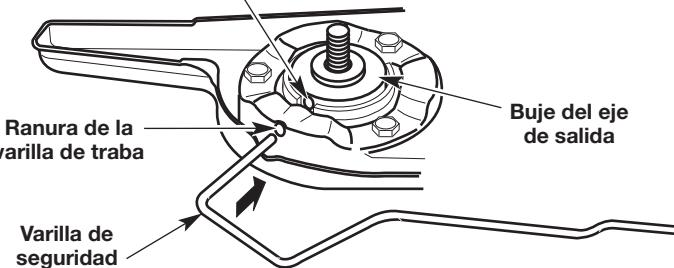
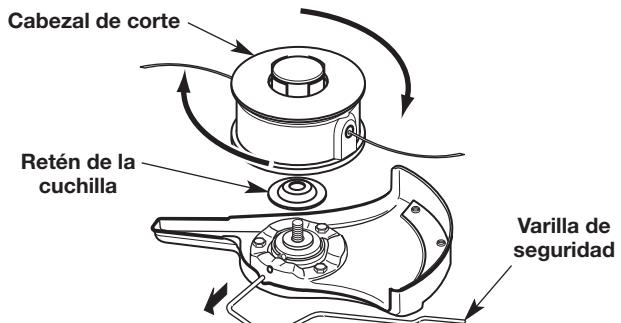

Fig. 10
Fig. 15
- Rote la cuchilla (Fig. 12) hasta que el orificio del casquillo del eje se alinee con la ranura de la varilla de seguridad (Fig. 10).
- Inserte la varilla de seguridad a través de la ranura de la varilla de seguridad y dentro del orificio del casquillo del eje (Fig. 10).
- Rote el casquillo del eje de salida hasta que el orificio del casquillo del eje se alinee con la ranura de la varilla de seguridad (Fig. 10).
- Rote el cabezal de corte (Fig. 15) hasta que el orificio del casquillo del eje se alinee con la ranura de la varilla de seguridad (Fig. 10).
- Mientras sostiene la varilla de seguridad en su lugar, desatornille el cabezal de corte girándolo en el sentido de las agujas del reloj (Fig. 15).
- Quite la varilla de seguridad (Fig. 15).
- Extraiga la retención de la cuchilla (Fig. 15).